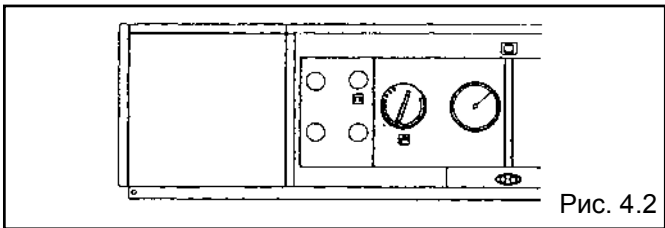

Рис. 4.2
- установите термостат бойлера на требуемую температуру (рис. 4.2);